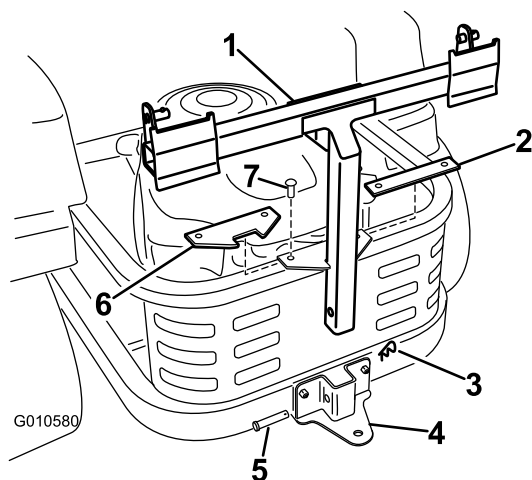

Figure 5
- Montez la nouvelle plaque comme illustré à la Figure 5 avec les fixations retirées précédemment.
- Montez le bâti du système de ramassage sur le support. Fixez le bâti du système de ramassage avec un axe de chape (1/2 x 60 mm) et une goupille fendue (Figure 5).